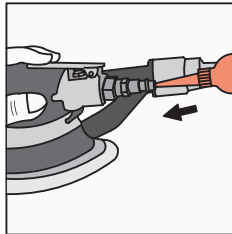

Рисунок 9. Смазка.
- При помощи маслёнки добавьте несколько капель масла для пневмосистем в машинку непосредственно через входное отверстие шлифмашинки (рис. 9).